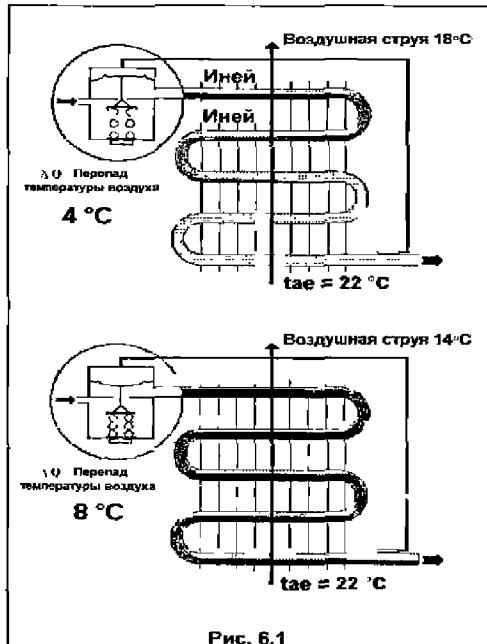

Рис. 6.1
*На рис.6.1 представлены два предельных варианта заполнения испарителя, между которыми при настройке перегрева необходимо выбирать разумный компромисс.* 6